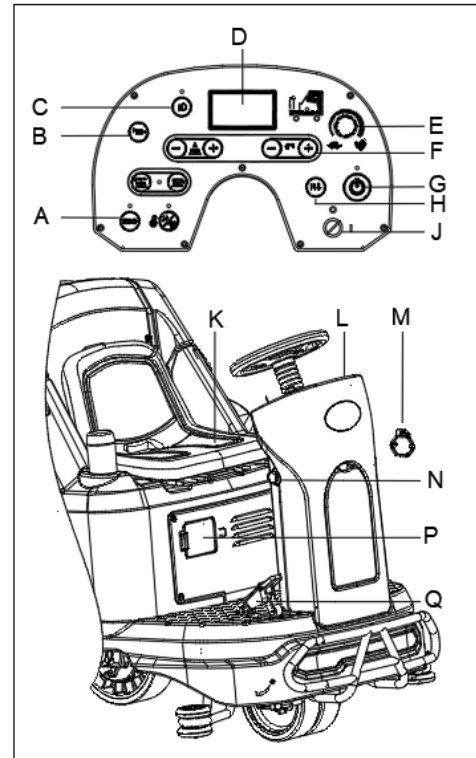

Figure 13
2. S'asseoir sur le siège (K, Figure 13), insérer la clé de contact (J, Figure 13) et la tourner sur « I ». Contrôler l'état des batteries à l'écran. Au besoin, charger les batteries (voir la procédure au chapitre Entretien).
- Le sens avant/arrière peut être commandé avec le commutateur (H, Figure 13). La vitesse peut être réglée avec le dispositif de réglage (E, Figure 13).
4. Appuyer sur le bouton unique de démarrage (G, Figure 13) pour démarrer la machine, la raclette et les brosses sont abaissées automatiquement jusqu'au sol et le moteur d'aspiration commence à fonctionner.
5. Presser les boutons de commande du débit de solution (F, Figure 13), si nécessaire, en fonction du type de nettoyage à effectuer.
6. Appuyer sur la pédale d'accélérateur (Q, Figure 13) et commencer le nettoyage.
7. Vous pouvez recharger votre téléphone ou tablette via le port de charge USB (M, Figure 13) lorsque la clé de contact (J, Figure 13) est tournée sur « I ».
8. Appuyer sur le bouton du klaxon (B, Figure 13) pour avertir les gens en cas de besoin.
9. Si nécessaire, appuyer sur le bouton d'urgence (N, Figure 13) pour l'arrêt d'urgence de la machine.
10. Si nécessaire, appuyer sur le bouton des feux avant (C, Figure 13) pour les zones sombres ou pour avertir les piétons.
11. Si nécessaire, régler le siège (K, Figure 13) en tournant la poignée à droite du siège, puis glisser le siège dans la bonne position.
Le moteur de la brosse, le moteur d'aspiration, le moteur d'entraînement et le circuit de commande sont protégés par un limiteur de surcharge (P, Figure 13). Lorsqu'un limiteur de surcharge se déclenche, ne pas le réinitialiser immédiatement sans en connaître la cause profonde et s'assurer que le moteur a refroidi avant de le réinitialiser.
12. Relâcher la pédale d'accélérateur (Q, Figure 13), la machine s'arrête de fonctionner.
13. Appuyer sur le bouton unique de démarrage (G, Figure 13) pour arrêter les brosses et le moteur d'aspiration. Les brosses et la raclette sont automatiquement soulevées du sol. Le système d'aspiration se coupe au bout de quelques secondes.